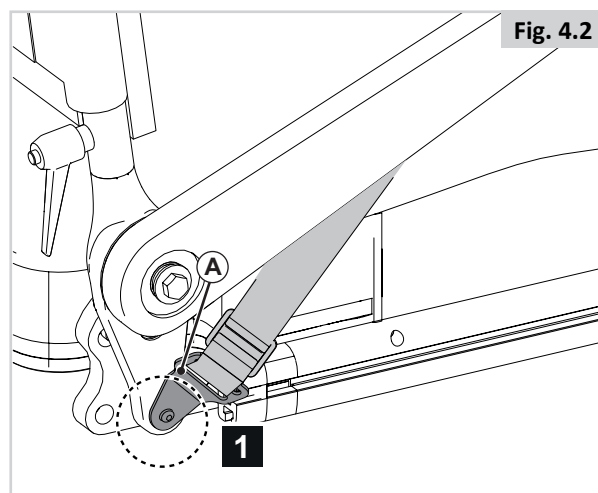

Fig. 4.2
1. Applicare la cintura (A) al telaio della seduta utilizzando una vite a sinistra e una a destra. (Fig. 4.2)